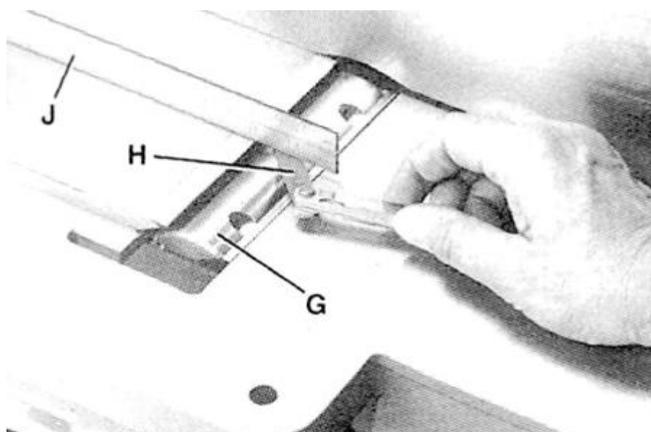

Рис. 60
9. Осторожно поворачивайте режущую головку (G) – Рис. 60, пока круглая часть режущей головки не будет располагаться сверху, как показано на рисунке.
10. Установите контактный датчик а. 1,5 мм (0,060") (H) на режущую головку – Рис. 60. Используя линейку (J), установите высоту заднего стола таким образом, чтобы он находился на 1,5 мм(0,060") выше режущей головки, как показано на рисунке.